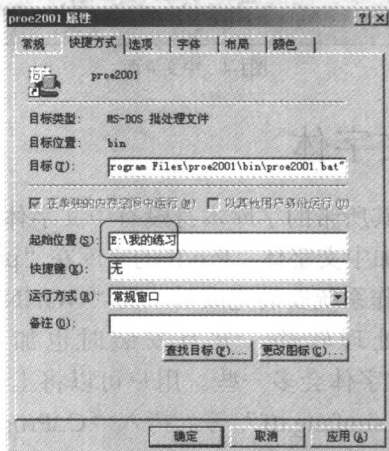

图 1-7 【proe2001 属性】对话框
- (2) 启动至工作目录。右键单击桌面上的 Pro/E 快捷图标 ，选择【属性】选项，弹出【proe2001 属性】对话框，如图 1-7 所示。将【起始位置】栏设置为你的工作目录（此处为“E:\我的练习”），单击  按钮完成设置。Pro/E 2001 在每次启动后，自动进入工作目录。